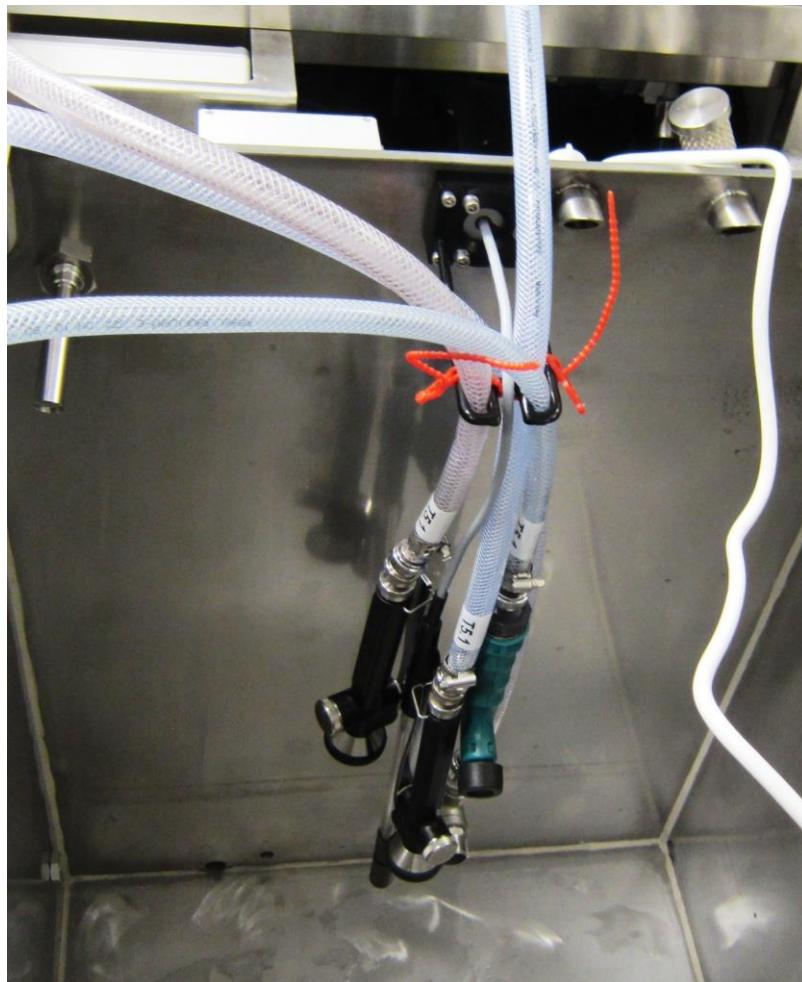

Abb. 12: *Fixieren der Schläuche im Permeattank*
- ◆ Hängen Sie das Schlauchende mit dem Y-Stück in den Permeattank (siehe Abb. 12:)